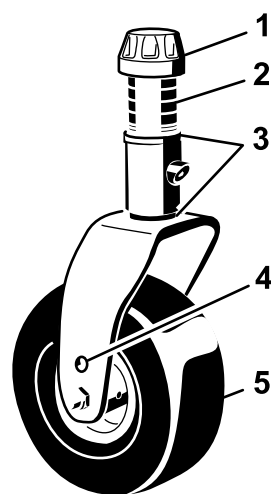

Figure 14
4. Enlevez le chapeau de tension de l'axe de pivot et sortez l'axe du bras pivotant (Figure 14).